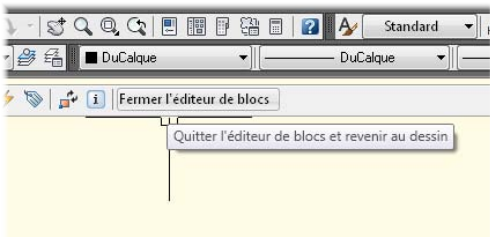

Figure 4.16
3. Après avoir effectué les modifications voulues, fermez l'éditeur de bloc (voir Figure 4.16).